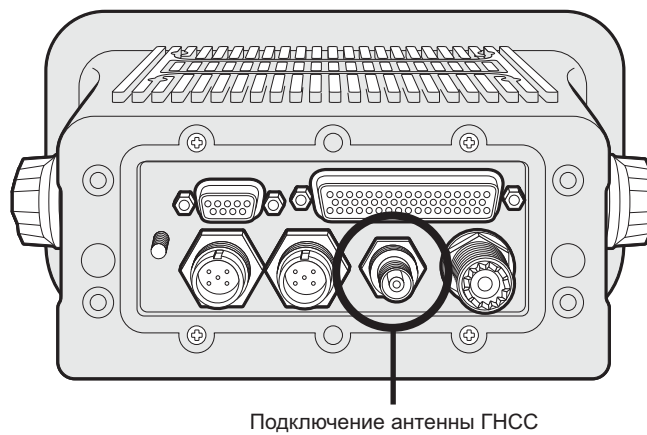

Рис. 40 Подключение антенны ГНСС
- Присоедините кабель антенны ГНСС к разъему ГНСС на приемопередатчике АИС, как это показано на Рис. 40.
Если антенны еще не были подключены, необходимо подключить к приемопередатчику антенны ГНСС и УКВ. Рекомендации содержатся на Рис. 40 и на Рис. 42.